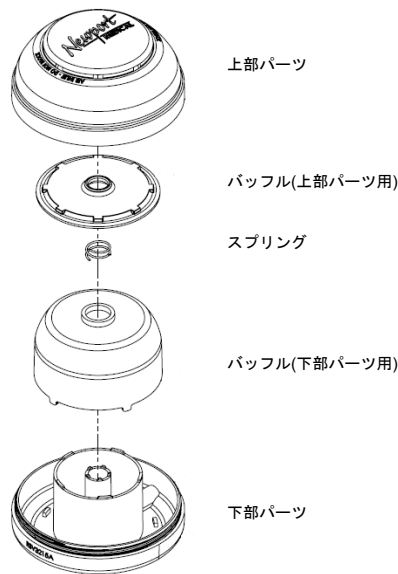

図 3
- 1) O2 ブレンディングキットの下部パーツ(白)を下向きにして、上部パーツ(青)を反時計回りに回転させ、図 3 のように上部パーツを下部パーツから分離させる等、5 つの部品に分解させる。